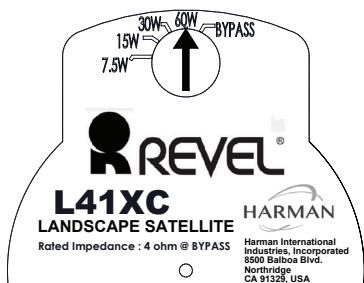

图 23
4. 使用平头螺丝刀将变压器阀门改为希望的功率级，如图 23 所示。